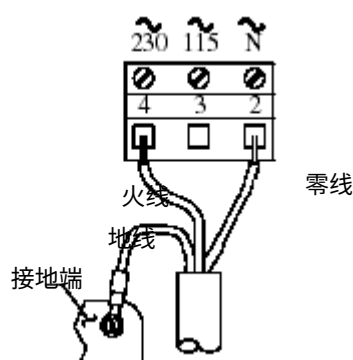

图 2-9 连接 230V 单相电源到序列号前缀为“B”的测定仪
- 对序列号前缀为“A”或无的测定仪，连接到 TB3 的“ground symbol (接地标记)”接线端 1 上。(图 2-9、2-11 或 2-13)。